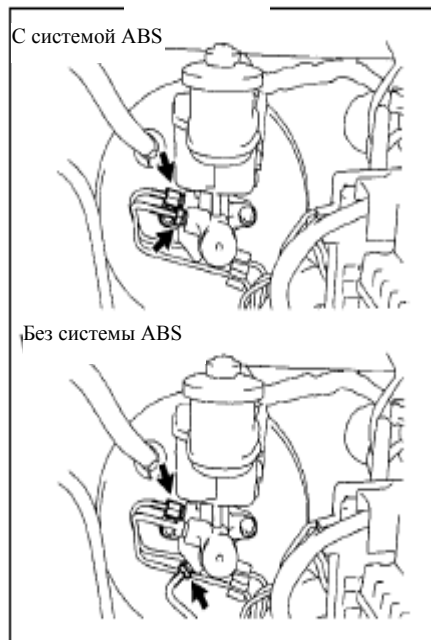

Рис. 269
- (2) Подсоедините два шланга подачи тормозной жидкости к главному тормозному цилиндру с помощью специального приспособления (автомобили с ABS) (рис. 269)
- (3) Подсоедините три шланга подачи тормозной жидкости к главному тормозному цилиндру с помощью специального приспособления (автомобили без ABS) (рис. 269)